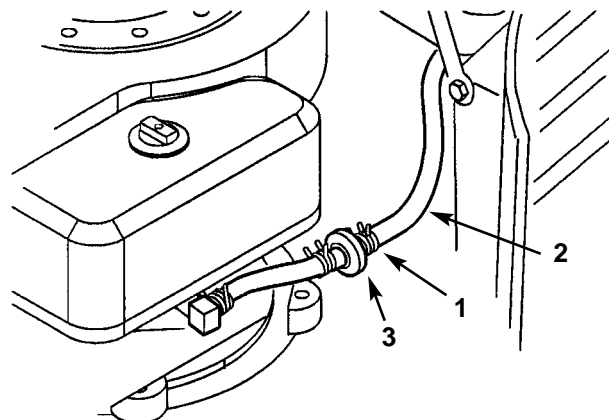

Figure 25
3. Pincer les extrémités du collier de serrage et les faire coulisser le long du flexible d'alimentation vers le réservoir (Fig. 25).
4. Retirer le flexible d'alimentation du filtre (Fig. 25) et laisser l'essence s'écouler dans un récipient.
3. Pincer les extrémités des colliers de serrage et les éloigner du filtre (Fig. 25).